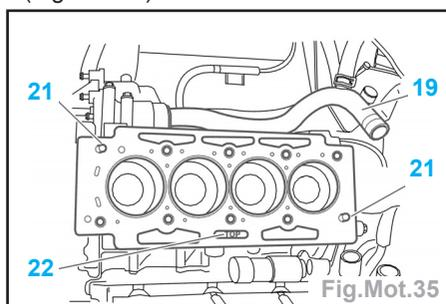

Fig.Mot.35
- Vérifier la présence des goupilles (21) (Fig.Mot.35).
- Mettre en place le tuyau (19) dans la pompe à eau.